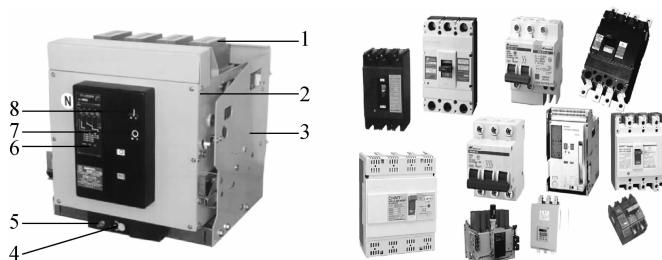

图 1-11 低压断路器
(3)低压断路器，如图 1-11 所示。
①结构。触点系统、灭弧装置、脱扣机构、传动机构等。
②分类。框架式(万能式)和塑壳式(装置式)。
③特点。操作安全，分断能力较强。
④用途。不频繁通断电路，并能在电路过载、短路及失压时自动分断电路。